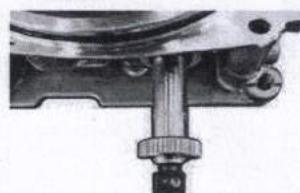

Figura 29
- Após a máquina ter sido abaixada, aparafuse o parafuso de retenção manual do óleo no sentido horário e o processo de abaixamento manual chega ao fim (**Figura 29**).